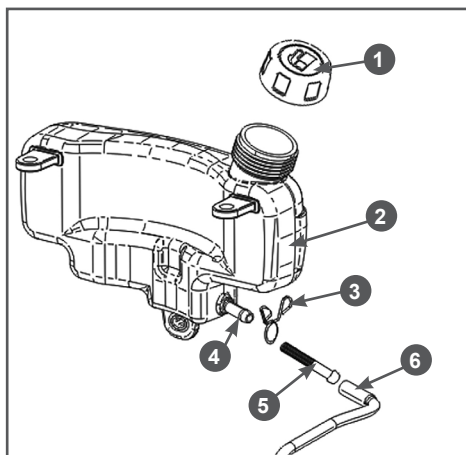

Рис. 13 Обслуживание топливного фильтра и топливного бака
2. Снимите хомут 3 топливного шланга и снимите шланг 6 со штуцера 4 топливного бака (Рис. 13).
4. Извлеките из топливного шланга 6 топливный фильтр 5 (Рис. 13). Проверьте его целостность и чистоту, при необходимости промойте чистым бензином или замените.